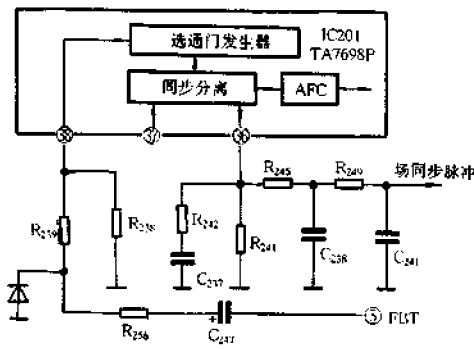

图 4-374 TA7698P 相关电路
② 检测解码集成电路的动态电压。解码集成电路有故障时,大多表现为无彩色。造成无彩色故障的原因很多,而测试解码集成电路有关引脚动态电压是否正常是快速排除此类故障的主要方法之一。图 4-374 是东芝两片机的解码(含扫描)集成电路 TA7698P 及外围相关电路。若出现无彩色故障,应首先检查 TA7698P 的⑤脚和⑥脚的直流电压是否正常。因为这两个引脚的电压正常与否直接关系到有无彩色。⑥脚是同步分离输出端,外接的  $R_{241}$ 、 $R_{242}$ 、 $C_{237}$  等元件将行同步脉冲延时,被延时的行同步脉冲与⑥脚输入的行逆程脉冲同时加入 TA7698P 内部的选通脉冲发生器,以选出正确的色同步脉冲。上述两者中只要有一个信号不正常,就无法选出色同步脉冲,使消色电路动作,造成无彩色。正常时,⑥脚电压为 3~3.6V,当色同步信号因故未正常选出时,⑥脚电压会下跌至 2~2.5V。所以,监测⑤脚和⑥脚电压的变化情况,就知道 TA7698P 的工作状态,进而查出故障所在。